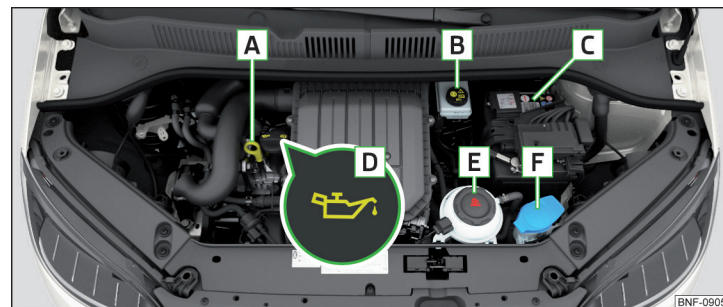

Fig. 139 Ejemplo de orden en el vano motor
- » Desenrosque el tapón de la boca de llenado de aceite de motor **D** » fig. 139 de la pág. 121.